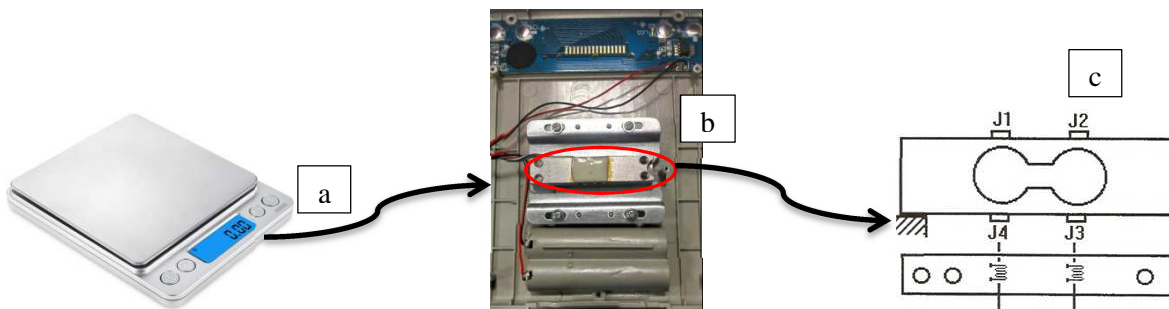

Figure 2 : (a) balance, (b) intérieur de la balance, (c) forme du corps d'épreuve de la balance
- la plateforme mécanique d'une balance que vous allez conditionner pour mesurer les volumes (voir figure 2).
Il s'agit dans cette partie de concevoir une chaîne d'acquisition permettant de contrôler le volume du liquide dans le bécher. Pour cela, nous allons passer par la mesure du poids de ce dernier. Nous utiliserons une balance du commerce (figure 2 a). La balance est constituée d'un capteur résistif à base de 4 jauges de contraintes. Deux jauges sont placées de chaque côté du corps d'épreuve (figure 2.c). Lorsqu'un poids est déposé sur la balance, le corps d'épreuve, sous forme parallélépipédique en aluminium, se déforme et transmet sa déformation aux différentes jauges. La déformation induit un allongement ou un rétrécissement de la longueur des jauges (**J_1 et J_2 sont étirées, J_3 et J_4 sont comprimées**). Ainsi, une augmentation ou une réduction de la valeur de leur résistance de **ΔR peut être mesurée**. La somme de la déformation de toutes les jauges, donne la valeur du poids.
Les quatre jauges sont reliées électriquement les unes aux autres (figure 2.b) par une électronique qui permet d'afficher la valeur du poids sur l'écran LCD. **Dans le cadre du projet, l'électronique de la balance a été retirée, et c'est votre électronique qui va devoir la remplacer afin de mesurer le volume des boissons à réaliser.**